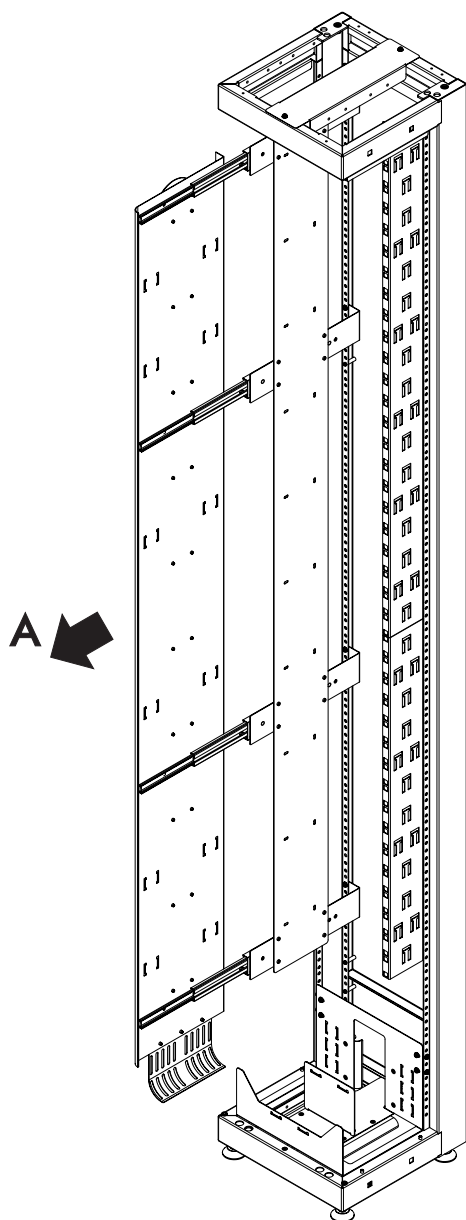

Figura 8
1. Para la abertura tire el soporte (Figura 8, A).